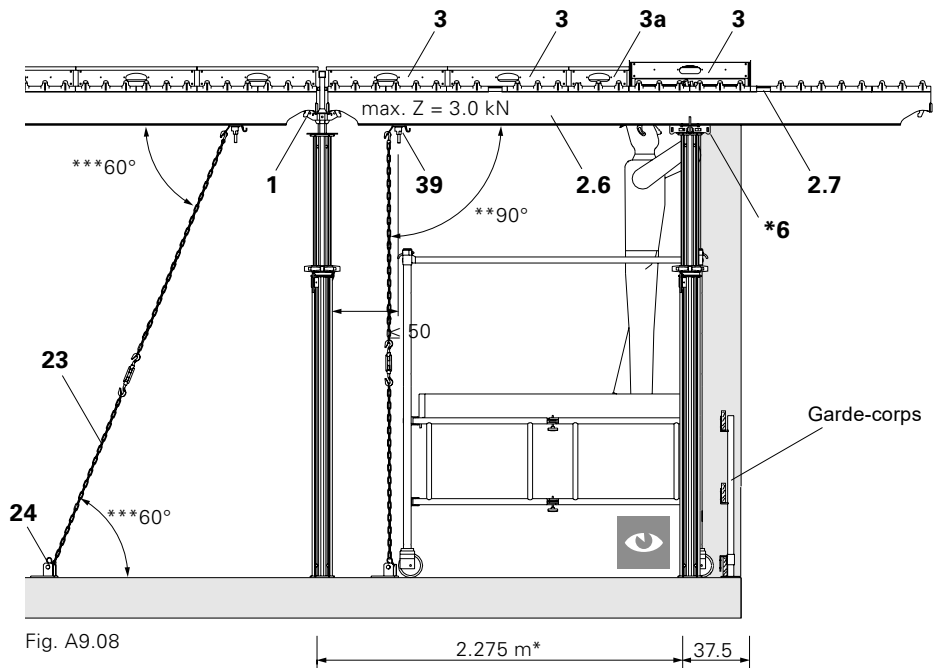

Fig. A9.08
1. Placer l'étais avec la Tête de decintrement SFK (1) à la rive de la dalle et le fixer à l'aide d'un trépied.
2. Connecter la poutrelle SLT 375 (2.6) et la soutenir au moyen d'une deuxième étau avec la tête d'étau SSK (6) à 2.275 m à la rive du bâtiment. (Formé exclusivement avec la tête d'étau; positionner l'étau avant à une distance de 2,25 m).
3. Monter L'Éclisse de Contreventement SAO (39) dans les rainures des poutrelles. Distance ≤ 50 cm du sens opposer du porte-à-faux.
4. Attacher la chaîne de coffrage (23) avec le tendeur de serrage à l'éclisse de contreventement, et fixer au sol à l'aide de la platine de pied (24). (Fig. A9.08)
5. D'une travée à une autre, installez immédiatement 3 panneaux 150 x 75 (3) et 1 panneau de compensation 150 x 37,5 (3a) par le bas jusqu'au support de la passerelle (2.7) de la poutrelle SLT 375. Par exemple, avec le chariot de décoffrage PERI ASW 465.
- Les étais sont-ils alignés avec les étais de la table de coffrage du coin? (Fig. A9.08)